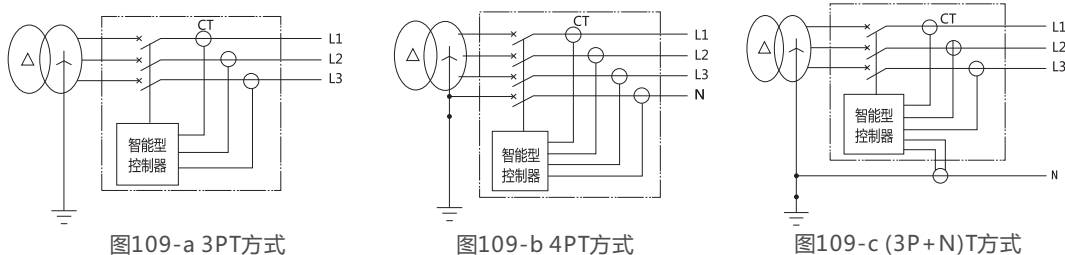

图109 接地保护方式
单相接地保护故障电流在几百安培以上的金属性接地保护，一般用于中性点直接接地系统，控制器分两种不同保护方式：一种为矢量和方式，另外一种为外接互感器方式。如图109
- a.三相三线制中选用三极断路器不外加互感器，接地故障信号只取三相电流的矢量和，保护特性为定时限。（见图109-a 3PT方式）
- b.三相四线制中选用四极断路器不外加互感器，接地故障信号只取三相电流及N极电流的矢量和，保护特性为定时限保护。（见图109-b 4PT方式）
- c.三相四线制中选用三极断路器，外接中性极N电流互感器作接地保护用(NXA16型接6#和7#接线端子，NXA20~63型接25#和26#接线端子)，接地故障信号取三相电流及N极电流的矢量和，保护特性为定时限保护。（见图109-c (3P+N)T方式）